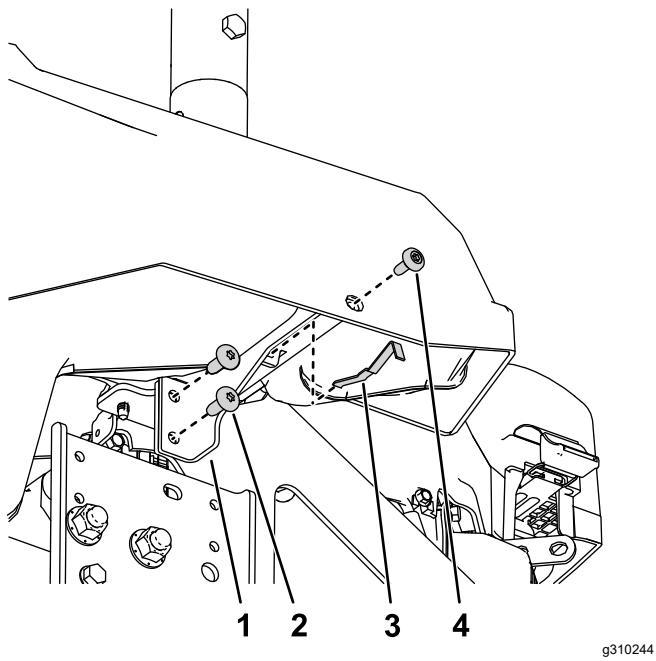

Figure 9
- Fixez le support de carénage gauche sur le cadre de la machine à l'aide de 2 vis autotaraudeuses (5/16" x 3/4") et des pièces déposées sous **1 Préparation de la machine (page 3)**, comme montré à la Figure 9.